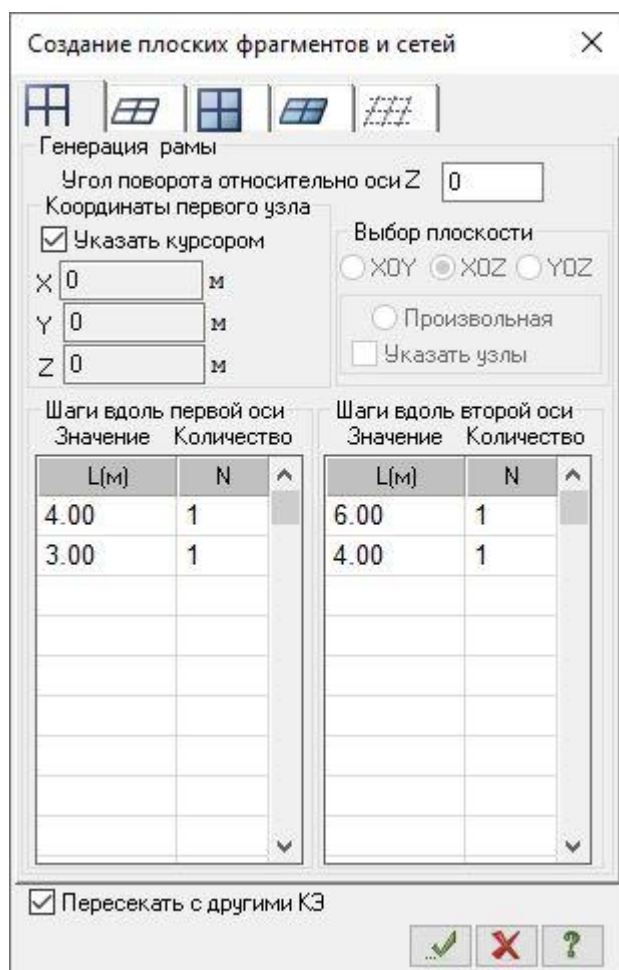

Рис.1.5. Диалоговое окно **Создание плоских фрагментов и сетей**
- Остальные параметры принимаются по умолчанию (рис.1.5).